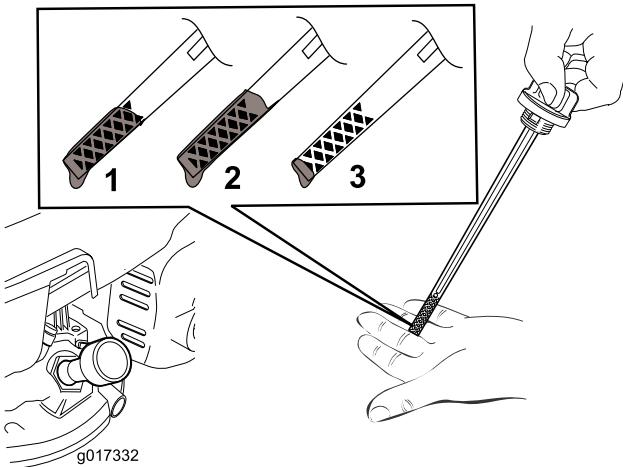

Figura 11
5. Para determinar el nivel de aceite correcto, consulte Figura 11.
- Nota:** Llene el cárter con aceite hasta que la varilla indique que el nivel del aceite del motor es correcto, según se muestra en Figura 11. Si usted llena demasiado el motor, vacíe el exceso de aceite según se indica en Cómo cambiar el aceite del motor \(página 17\).